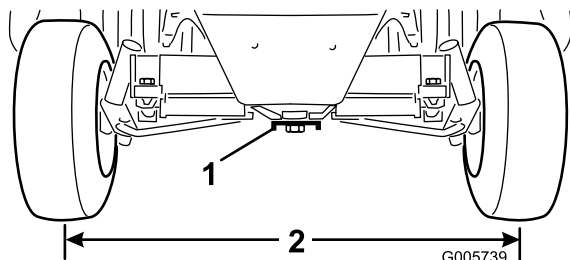

Figura 53
2. Desaperte as porcas em ambas as barras transversais. Ajuste as barras transversais até que a distância centro a centro à frente e atrás das rodas traseiras seja a mesma (Figura 53).